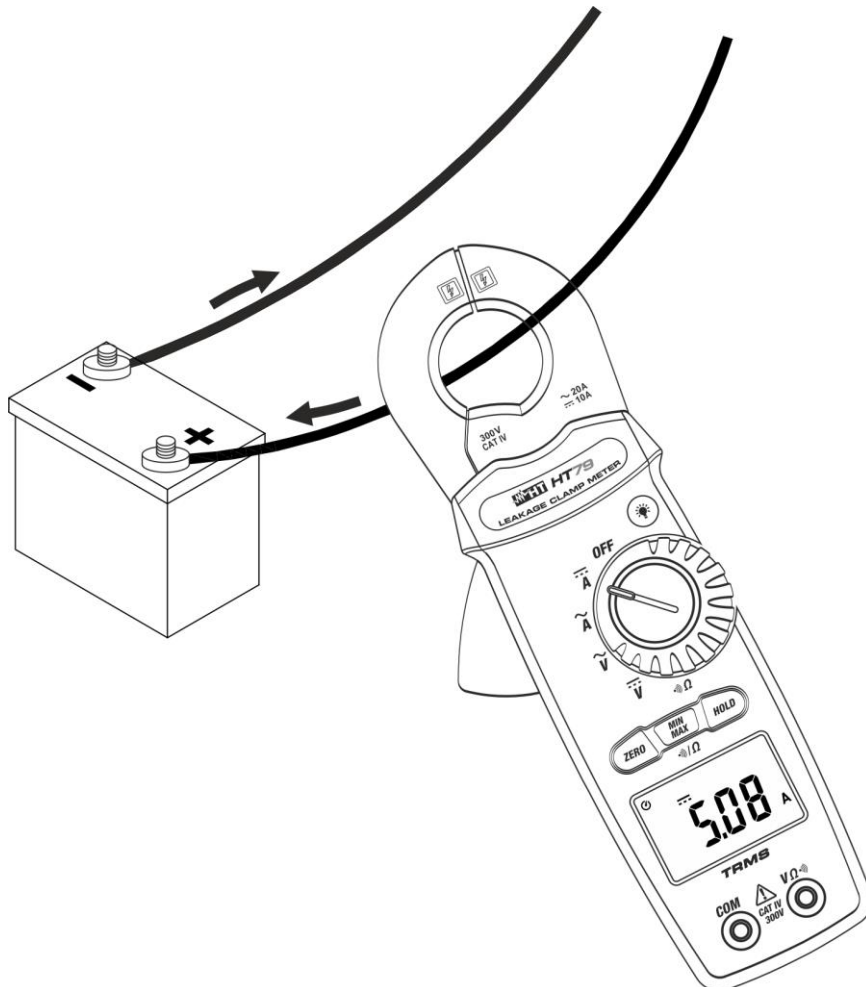

Fig. 8: Uso dello strumento per misura Corrente DC
3. Inserire il cavo all'interno del toroide al centro dello stesso (vedere Fig. 8) al fine di ottenere misure accurate (vedere Fig. 2). Il valore della corrente DC, è visualizzato a display